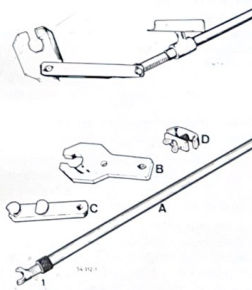
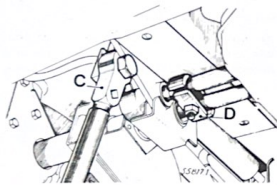

Fig. 7.4. Herramienta "Sus 25" para la extracción y reposición de las barras de torsión.
Fig. 7.6. Elementos del útil "Sus 25" colocados en la suspensión.
Montar entre las dos barras de torsión, el útil (A) del útil "Sus 25" (Fig. 7.4) debidamente reglada su distancia por medio de la parte rosca (1).
Montar la palanca (C) del útil "Sus 25" (Fig. 7.4) sobre la palanca de anclaje de la barra de torsión (Fig. 7.6)